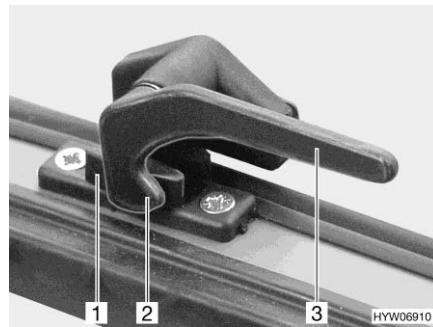

Bild 53 Verriegelungshebel (Stellung "geschlossen")
- Öffnen: ■ Den Verriegelungshebel (Bild 53,3) eine viertel Umdrehung zur Fenstermitte hin drehen.
- Den Verriegelungshebel (Bild 53,3) eine viertel Umdrehung zum Fensterahmen hin drehen. Die Verriegelungsnase (Bild 53,2) liegt auf der Innenseite der Fensterverriegelung (Bild 53,1).
- in Stellung "fest verschlossen" (Bild 53).